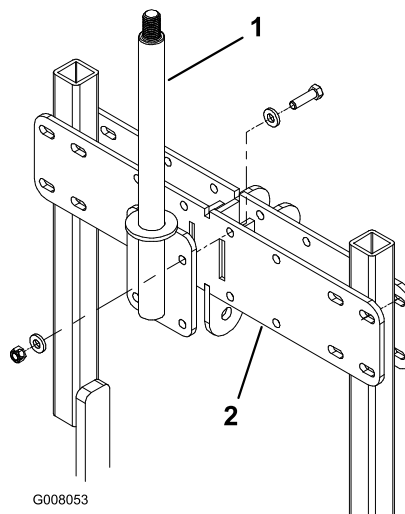

Рисунок 10
9. Установите палец в сборе на заднюю часть поперечины сцепного устройства с помощью 4 винтов (1/2 x 1-3/4 дюйма), 8 шайб и 4 контргайки (Рисунок 10). Используйте среднее монтажное положение для аэраторов ProCore 880 и ProCore 864 и смещенное положение для аэратора 660, как показано на Рисунок 10.